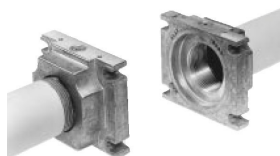

Fig. 8
3. Extraer el GasMultiBloc entre las bridas roscadas (Fig. 8 Fig. 8).